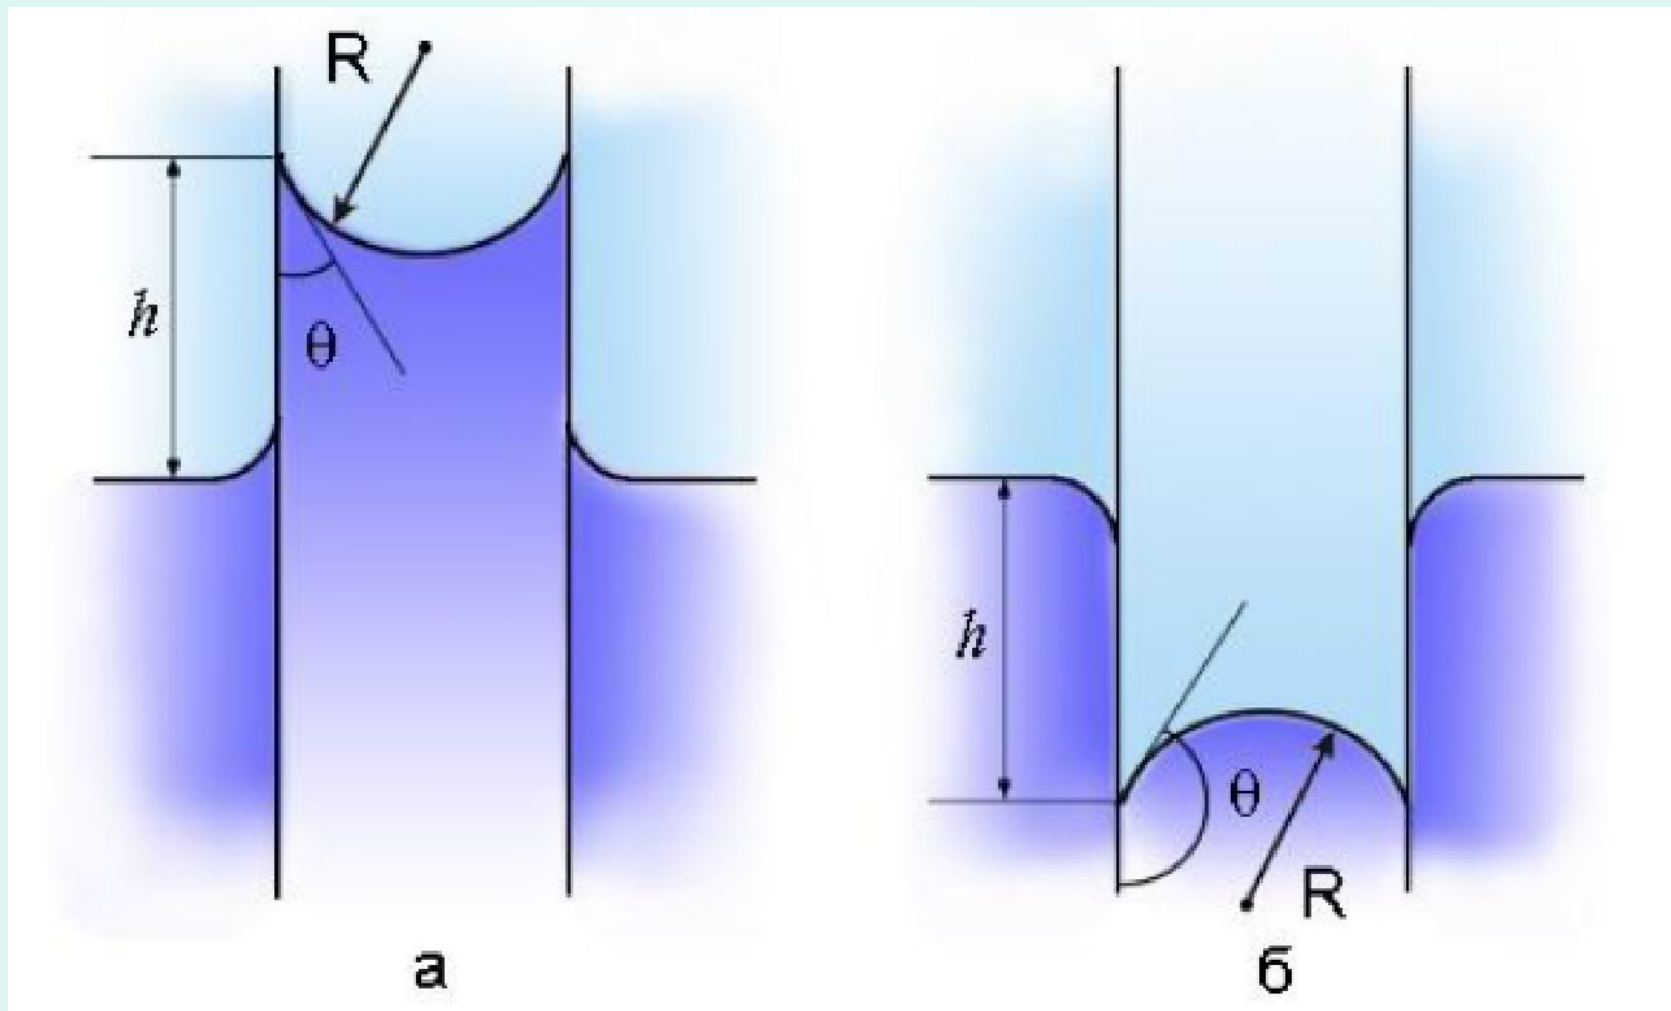

Рис. 9. Капилляр в смачивающей (а) и не смачивающей (б) жидкостях
- Следовательно, лапласово давление вызовет подъем жидкости в капилляре на такую высоту h (рис.9), пока гидростатическое давление столба жидкости не уравновесит лапласово давление: (10)
- Уравнение (11) называется формулой Жюрена. Если жидкость несмачивает стенки капилляра, мениск выпуклый, $\cos \theta < 0$, то жидкость в этом случае опускается ниже уровня жидкости в сосуде на такую же глубину h согласно формуле (11) (рис.9).